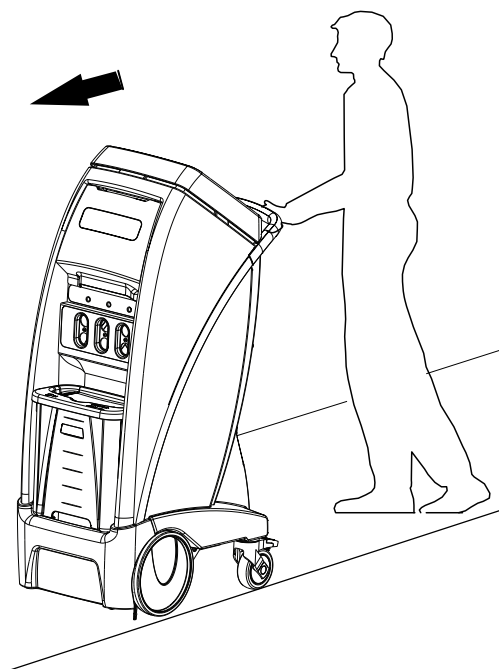

Figura 6-23: Posizione di trasporto
3. Accertarsi di posizionare l'unità in modo che le porte siano rivolte in avanti (Figura 6-23 a pagina 6-40).